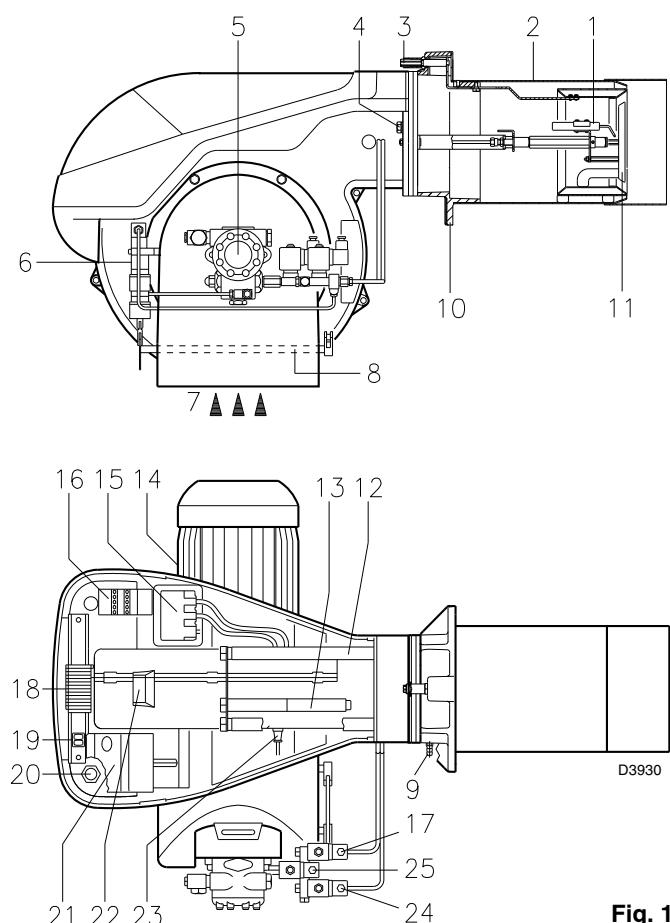

Fig. 1
**Bloqueo caja control:** la iluminación del pulsador (led rojo) de la caja 22 (Fig. 1) indica que el quemador está bloqueado.
**Bloqueo motor:** para desbloquear, oprimir el pulsador del relé térmico 17) (Fig. 1)